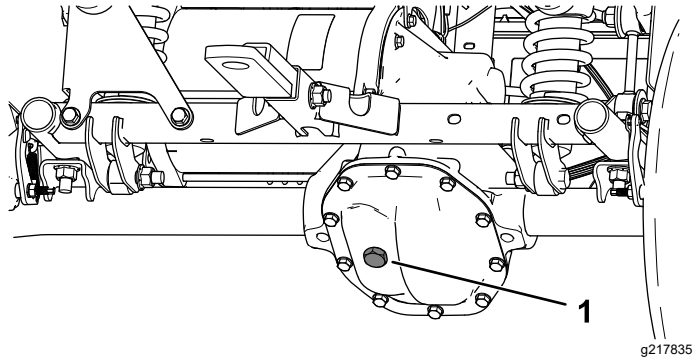

Bild 52
4. Entfernen Sie die Füllschraube am Getriebe (**Bild 52**).
5. Wenn der Ölstand niedrig ist, nehmen Sie die Füllschraube ab und füllen Sie die angegebene Ölsorte ein, bis das Öl aus dem Loch ausläuft (**Bild 52**).
- Entfernen Sie die Füllschraube am Getriebe und füllen Sie das Getriebe mit Öl der angegebenen Sorte, bis es aus dem Füllloch ausläuft (Bild 52).